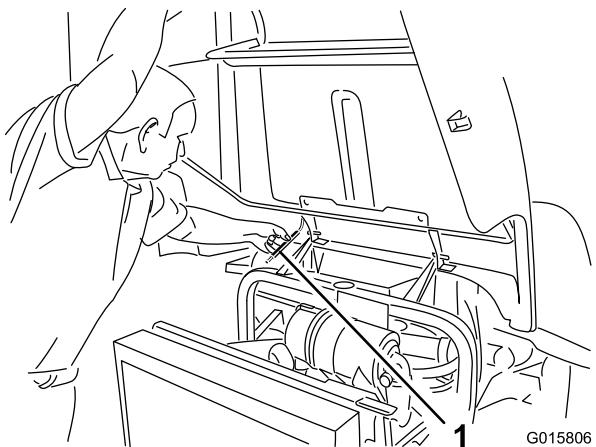

Рисунок 23
- Поднимите капот настолько, чтобы можно было поставить опорную стойку за трубой рамы (Рисунок 23).